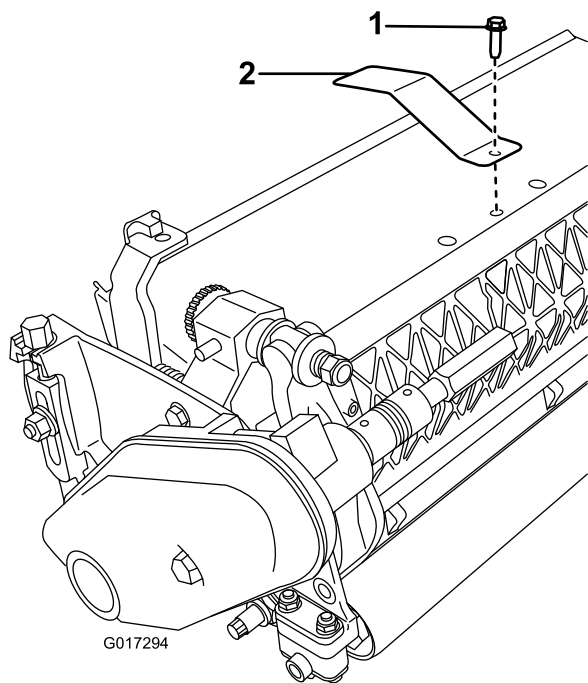

図3
2. 中央のガラスシールドボルトを外す図3。
3. 取り外したボルトを使って、ターゲットプレートをカッティングユニット上部に取り付ける図3。